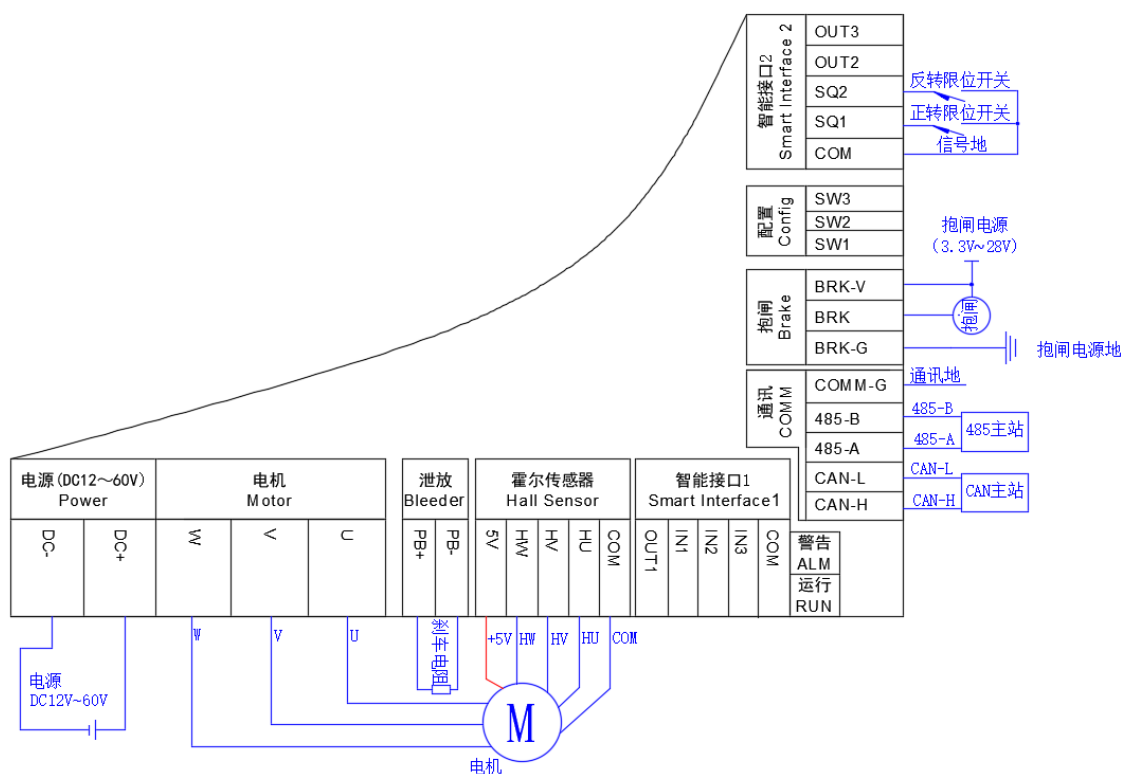

图 4.2 电机行程学习接线图
- ① 关闭电源，连接电源线。
- ② 电机与控制器接线，且控制器已完成电机的相序学习。
- ③ 两个限位开关接线：将终点位置限位开关接在控制器 SQ1 与 COM 间,控制电机正转方向限位；将起点限位开关接在控制器 SQ2 与 COM 间，控制电机反转方向限位。电机行程学习接线如图 4.2 所示。
- ④ 如果采用堵停方式限位时，则不需要接限位开关，但必须在高级参数中的位置控制参数设置复位模式为正转堵停复位或者反转堵停复位，且设置好合适的复位扭矩。
- ⑤ 刹车接口如果没有带电磁抱闸可不接, 如果有带电磁抱闸, 还需要利用配置软件将刹车接口设置为自动刹车。